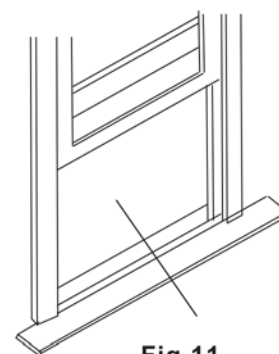

Fig.11
1. Ouvrez la fenêtre et marquez le centre du rebord de la fenêtre, tel qu'illustré (Fig. 11).